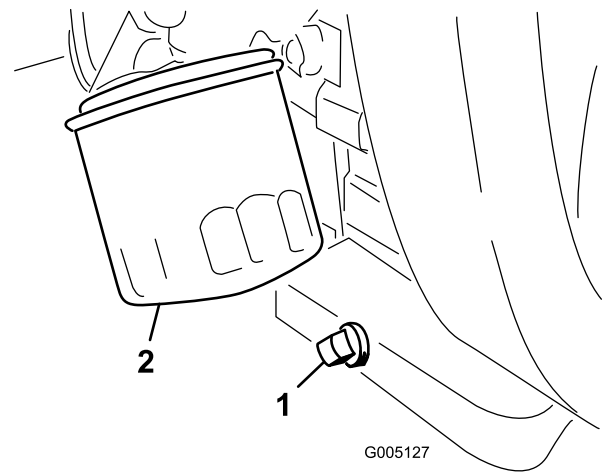

Figura 42
- Togliete il tappo di spurgo (Figura 42) e lasciate defluire l'olio in una bacinella. Quando l'olio cessa di defluire, rimontate il tappo.
- Togliete il filtro dell'olio (Figura 42).